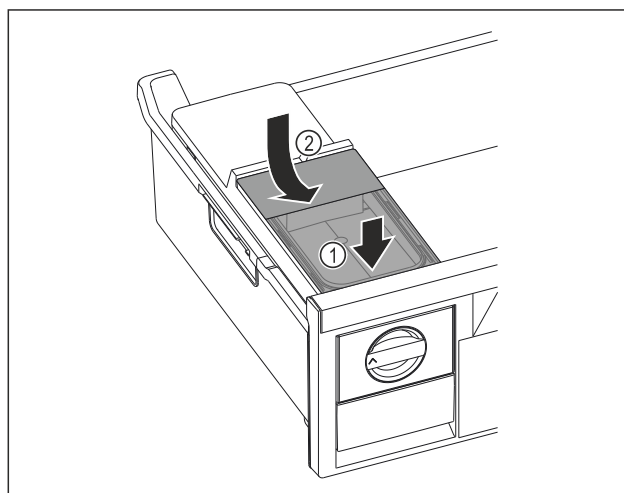

Fig. 125
- ▶ Placer le réservoir d'eau à l'avant. Fig. 125 (1)
- ▶ Abaisser le réservoir d'eau à l'arrière. Fig. 125 (2)